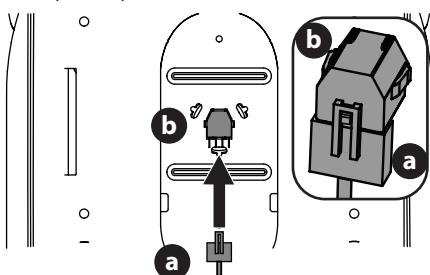

Figure 6
3. Si nécessaire, connectez le faisceau de l'interrupteur du siège (a) à l'interrupteur (b) (Figure 6). Placez l'excédent de fil loin des points de pincement.